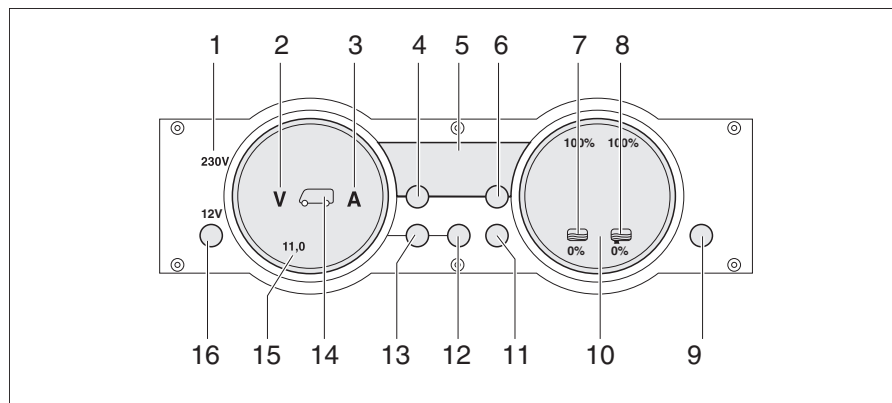

Fig. 266 Panneau de contrôle MP 20-S
Le voyant de contrôle 230 V (Fig. 266,1) s'allume si l'arrivée du bloc électrique est sous tension de réseau.
L'interrupteur principal 12 V (Fig. 266,16) établit ou coupe le panneau de contrôle et l'alimentation 12 V de la cellule.
- Appuyer brièvement sur la touche "12 V" (Fig. 266,16). L'alimentation 12 V de la cellule est enclenchée. L'indicateur de contrôle "12 V" s'allume.
- ▷ La tension de la batterie de cellule est trop faible quand les DEL "11,0" de l'affichage en Volt et le symbole Volt "V" (Fig. 266,2) clignotent dans l'indicateur des batteries (Fig. 266,15) après la mise sous tension. Charger la batterie.
- ▷ La coupure de batterie est active quand l'indicateur de contrôle "12 V", le symbole de la batterie de cellule (Fig. 266,14) et le symbole Volt "V" (Fig. 266,2) clignotent trois fois après la mise sous tension. Désactiver la coupure de batterie.
- Appuyer brièvement sur la touche "12 V" (Fig. 266,16). L'alimentation 12 V de la cellule est coupée. L'indicateur de contrôle "12 V" s'éteint.
- Appuyer sur la touche batterie de cellule (Fig. 266,12) et la maintenir enfoncée pendant 10 secondes environ. Les symboles Volt "V" (Fig. 266,2) et Ampères "A" (Fig. 266,3) clignotent trois fois. La batterie de cellule est coupée du réseau de bord de 12 V.
- Appuyer sur la touche "12 V" (Fig. 266,16) et la maintenir enfoncée pendant 5 secondes environ. Le symbole Volt "V" (Fig. 266,2) clignote trois fois. La batterie de cellule est branché au réseau de bord 12 V. L'indicateur de contrôle s'allume au bout d'env. 2 secondes.
- Appuyer sur la touche de la batterie de cellule «  » (Fig. 266,12). Le symbole Volt "V" (Fig. 266,2) s'allume. Le symbole Ampères "A" est, suivant son niveau de charge, blanc ou rouge. La tension de la batterie et le courant de la batterie de cellule sont affichés au moyens de DEL à l'intérieur de l'indicateur.
- Appuyer sur la touche de la batterie de démarrage «  » (Fig. 266,13). Le symbole Volt "V" (Fig. 266,2) s'allume. Des DEL à l'intérieur de l'indicateur indiquent la tension de la batterie de démarrage.
- Appuyer sur la touche des réservoirs «  » (Fig. 266,11). Les symboles réservoir d'eau «  » (Fig. 266,7) et réservoir d'eaux usées «  » (Fig. 266,8) s'allument. Des DEL à l'intérieur de l'indicateur indiquent le niveau du réservoir d'eau (échelle de gauche) et celui du réservoir d'eaux usées (échelle de droite).
Le symboles Volt "V" (Fig. 266,2) et les DEL "11,0" clignotent dès que la tension de la batterie descend en dessous de 11 V (mesurée en marche) et qu'il y a risque de décharge profonde de la batterie.